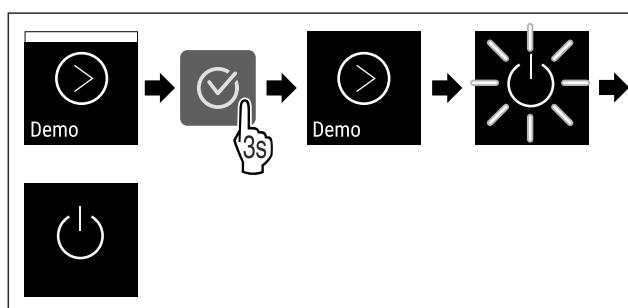

Fig. 112
- Провести етапи операцій (див. Fig. 112) .